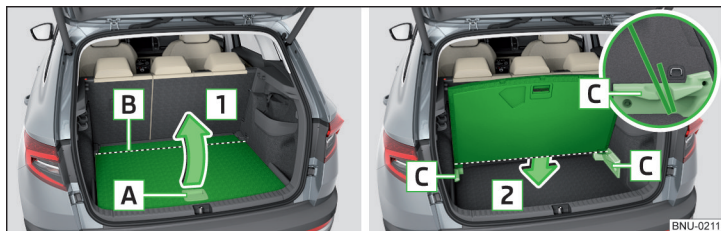

Fig. 156 Position de stationnement du plancher de chargement variable
- › Soulevez le plancher de chargement variable par la poignée **A** dans le sens de la flèche **1**. Le plancher de chargement variable est plié dans la zone **B** « » fig. 156.